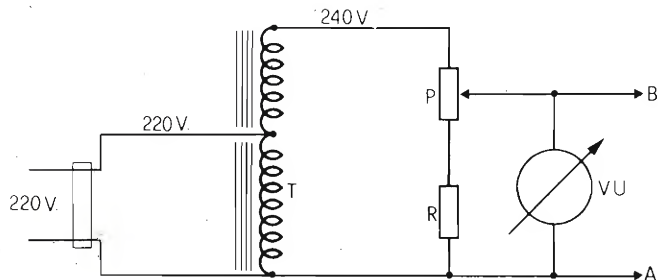

Fig. 9 - Circuito necessario come sorgente campione per la taratura del voltmetro di fig. 6.
Per tarare il voltmetro di fig. 6 occorrono un cacciavite (sic!) e una sorgente di tensione alternata variabile da circa 200 a circa 250 V. Il primo ce l'hanno tutti; la seconda può essere ottenuta con il circuito di fig. 9, tarandola man mano con un tester preciso con scala molto ampia (e chi non ce l'ha se lo faccia prestare).
- 2) per mezzo del circuito di fig. 9, inviare all'ingresso del voltmetro 220 V esatti (valore del centro scala); regolare P2 perché l'indice dello strumento sia a centro scala;
- 3) regolare P (fig. 9) fino ad ottenere la minima tensione prevista (es.: 200 V); agire poi su P1 perché l'indice si porti esattamente sull'estremo sinistro della scala;